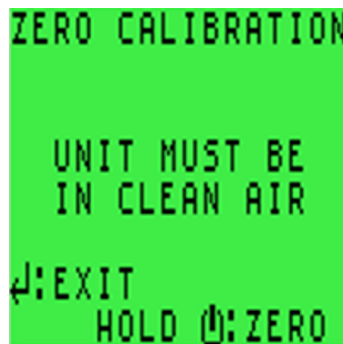

Abbildung 43: Anzeige „ZERO CALIBRATION“ (Nullkalibrierung)
2. Halten Sie die Taste weiter gedrückt, bis der Selbsttest abgeschlossen ist und das LCD „ZERO CALIBRATION“ (Nullkalibrierung) anzeigt, wie in die Abbildung 43: Anzeige „ZERO CALIBRATION“ \(Nullkalibrierung\) dargestellt.